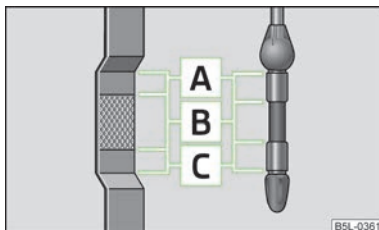

Fig. 100
La varilla indicadora del nivel de aceite indica el nivel de aceite de motor » fig. 100.
- El nivel de aceite no debe sobrepasar nunca la zona **A** » fig. 100. ¡Riesgo de daños en el sistema de gases de escape!